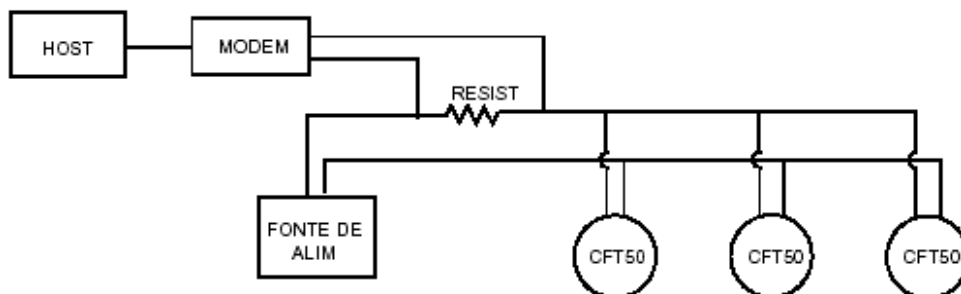

Figura 12. Típico de Rede Multidrop
A Figura 12 mostra uma rede tipo *multidrop*. **Não** utilize esta figura como diagrama de instalação. Contate a Fundação “HART Communications Foundation”, no telefone 1-(512) 794-0369, para detalhes sobre a sua aplicação de rede *multidrop*.